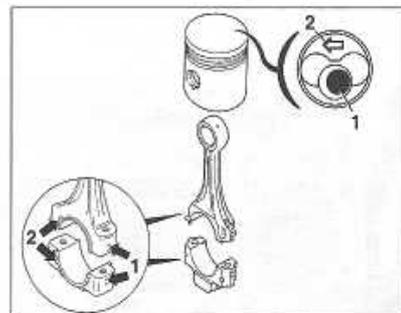

FIGURE 1-34
**!** Les chapeaux de bielles étant obtenus par rupture il est impératif de respecter l'appariement bielles-chapeaux (figure 1-34).